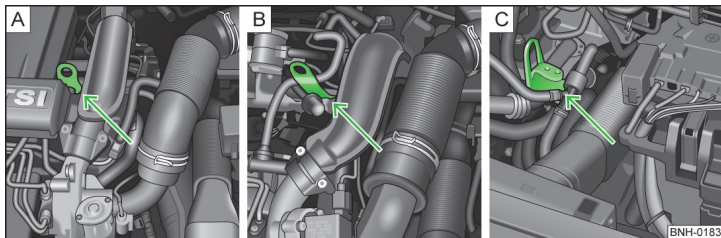

Fig. 135 Punctul de masă al motorului: Sistemul START-STOP
- › Motoare 1,2 l/63 kW TSI și 1,2 l/77 kW TSI » fig. 135 -
- › Motor 1,4 l/90 kW » fig. 135 -
- › Motor 1,6 l/77 kW TDI CR » fig. 135 -